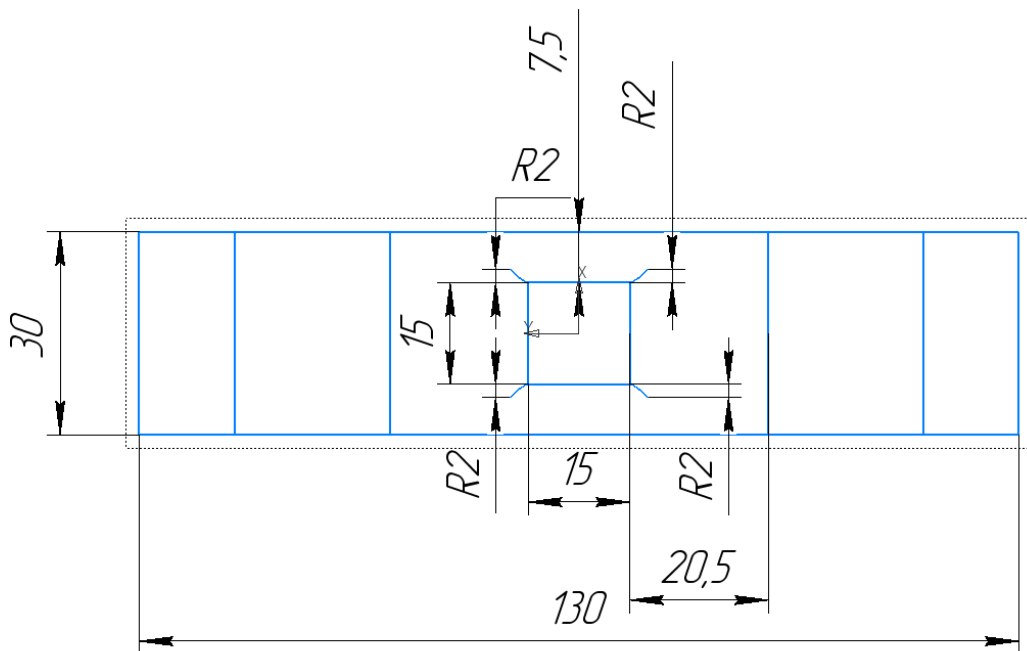

Рисунок 10. Вид детали сверху
17. Нанесите эскиз квадрата на верхнюю часть детали (рисунок 10) и примените формообразующую операцию с последующим нанесением скругления (рисунки 10-11);